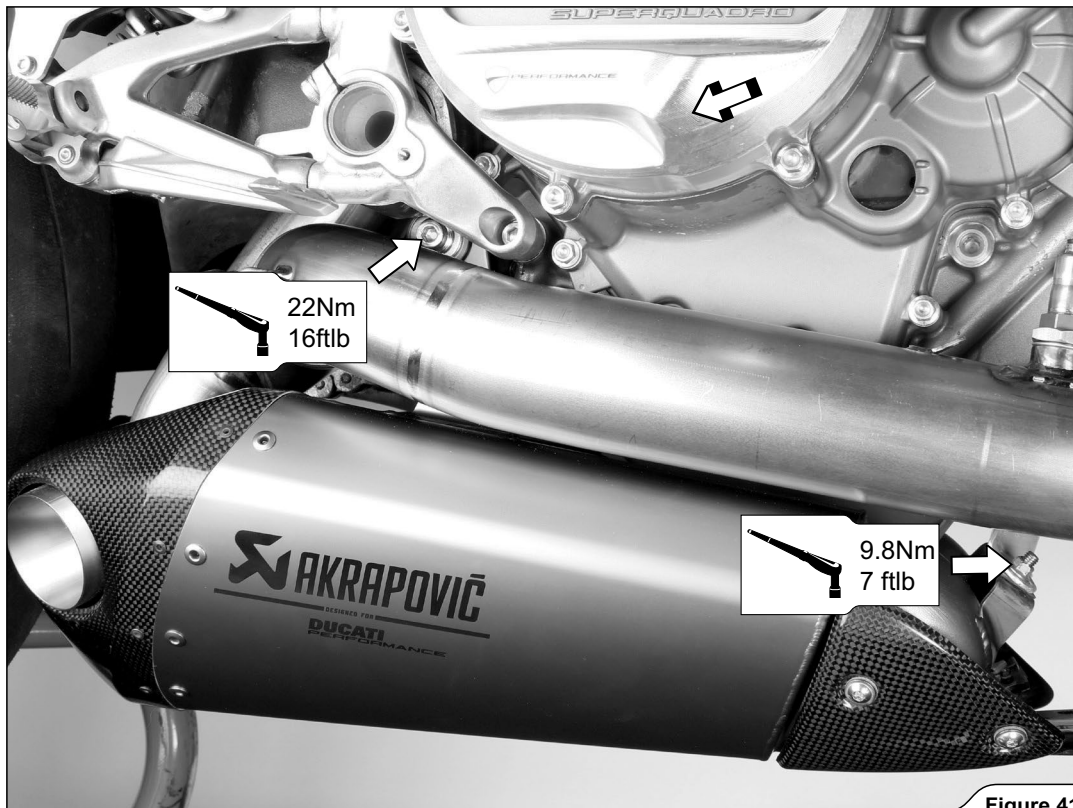

Figure 41
12. サイレンサーと関連するパイプを車両に対して揃え、オリジナルのボルトとナットを使用してサイレンサーを締め付けます (図 41)。